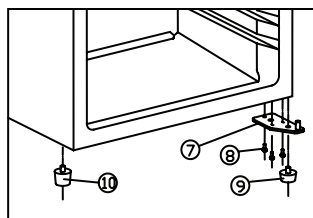
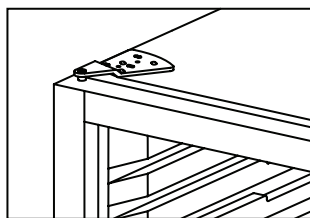

fig. 5.3
fig. 5.4
- Løft døren (6) af og læg kabinettet på ryggen
- Fjern de 3 skruer (8) som holder bundhængslet (7) og afmonter den lave kabinetfod (9) fra hængslet. Se fig. 5.3
- Afmonter den høje kabinetfod (10) fra kabinettet og monter den igen i modsat side
- Monter bundhængslet i venstre side med de 3 skruer (8)
- Monter tophængsel, hængselsafdækning og gummipropper. Se fig. 5.4.